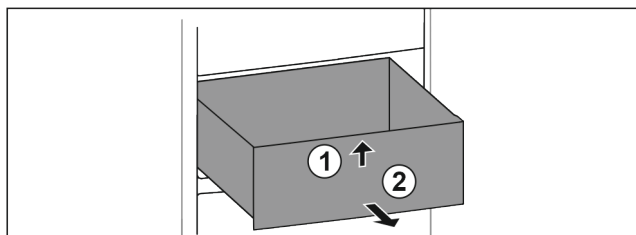

Fig. 32
- ▶ Unieść szufladę z przodu. Fig. 32 (1)
- ▶ Wyjąć szufladę do przodu. Fig. 32 (2)